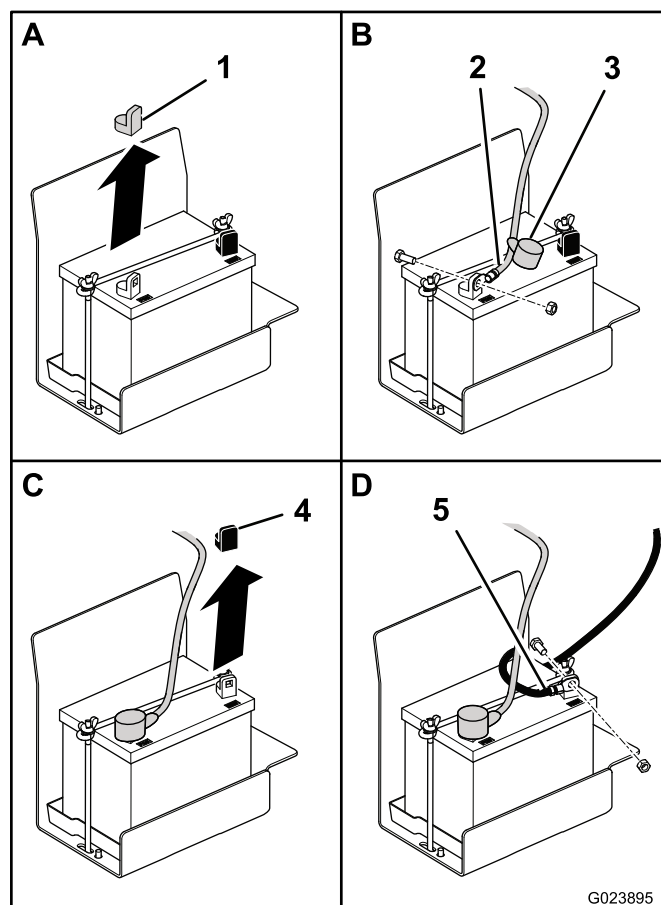

Figure 5
2. Déposez le couvercle en plastique rouge de la borne positive de la batterie (Figure 5).